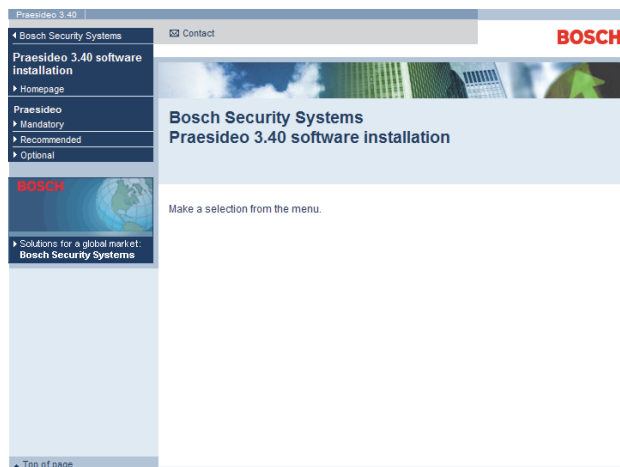

figura 36.1: Pagina di installazione software
Inserire il DVD del software Praesideo PRS-SW nell'unità DVD del PC di configurazione. Se l'unità DVD ha l'esecuzione automatica attiva, nel browser Web viene aperta una schermata simile a quella in figura 36.1. Se il DVD non si avvia automaticamente:
- 1 Avviare il DVD del Software Praesideo PRS-SW (vedere sezione 36.2). Appare una schermata simile a quella in figura 36.1.